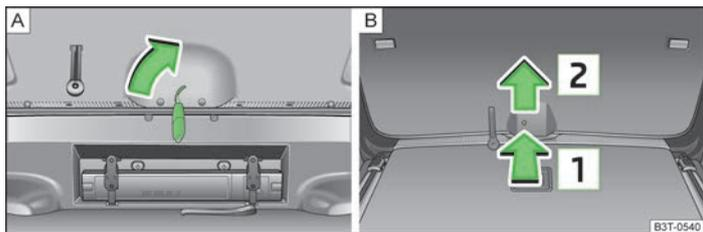

Abb. 20 Notentriegelung der Gepäckraumklappe
- › Den Fahrzeugschlüssel in den Schlitz der Verkleidung bis zum Anschlag einschieben » Abb. 20 - A.
- › Einen Schraubendreher oder ein ähnliches Werkzeug in die Öffnung in der Verkleidung bis zum Anschlag in Pfeilrichtung **[1]** » Abb. 20 - B einführen.